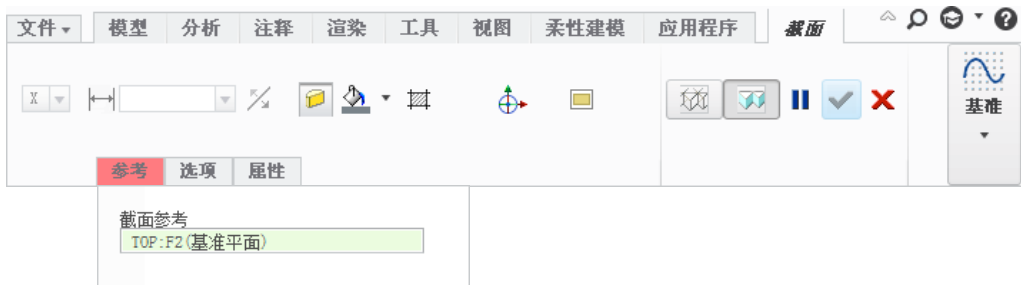

图 3.12.22 “截面”操控板
Step4. 系统弹出“截面”操控板，如图 3.12.22 所示。
(1) 单击“截面”操控板的“参考”按钮 **参考**。
(2) 在模型树中选取 FRONT 基准平面为截面参考。
(3) 在操控板中单击按钮，完成操作。